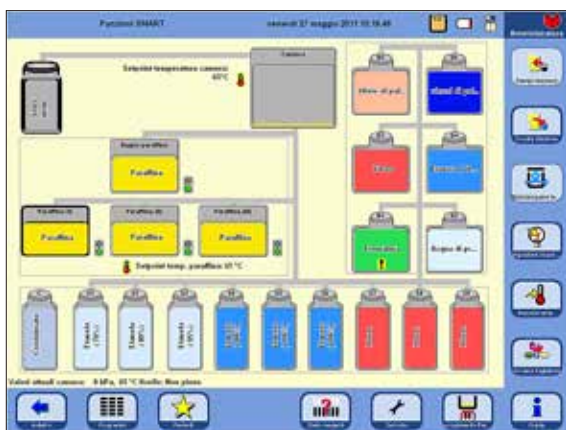

Fig. 181
- Richiamare con il tasto **SMART SCREEN** la schermata **FUNZIONI SMART** (fig. 181).